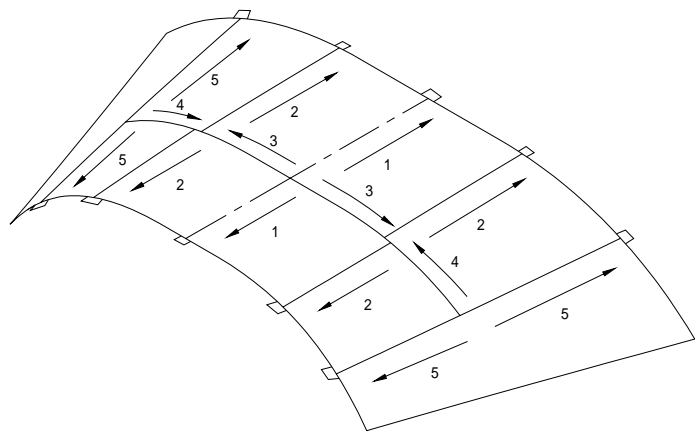

图 9
- b) 焊接顺序：由双数焊工进行对称焊接。先焊 K 行底板纵缝，后焊边缝，最后焊横向对接缝及纵向边接缝。具体顺序，见图 9。